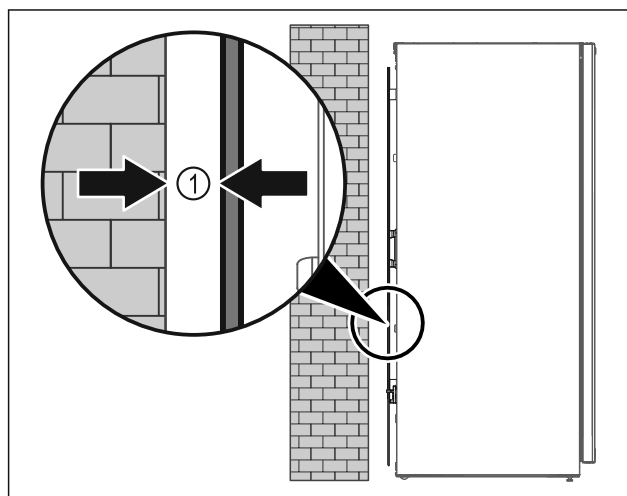

Fig. 4
- ▶ Pange seade üles kas vabalt ruumi või vahetult vastu seina minimaalse vahekaugusega 5 mm Fig. 4 (1).